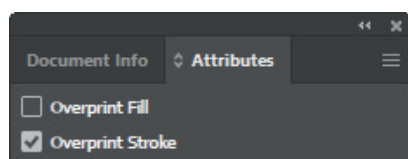

Fig. 2
5. Imposta l'opzione di sovrastampa per il contorno (vedi Fig. 2).